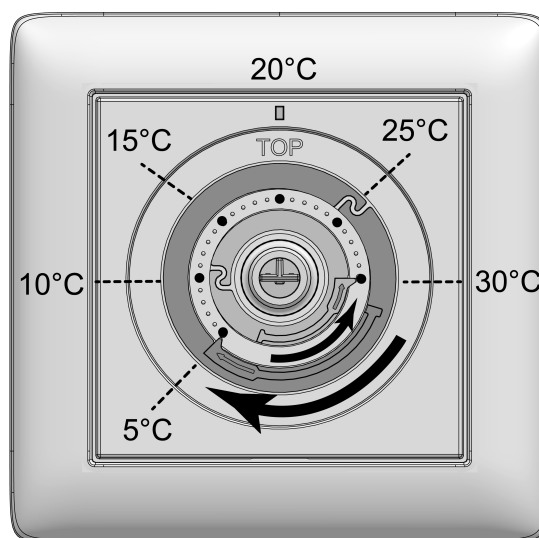

Bild 4: Einstellringe zur Temperaturbegrenzung
In Mittelstellung regelt das Gerät auf ca. 20 °C Soll-Temperatur. Die dabei erreichte Raumtemperatur ist vom Einbauort des Gerätes und den Umgebungsbedingungen abhängig. Die geringste Soll-Temperatur beträgt ca. 5 °C und die höchste Soll-Temperatur ca. 30 °C (Bild 4).
- Bedienknopf (5) von der Zentralplatte (4) abziehen, so dass die Einstellringe (7) sichtbar sind (Bild 4). Die im Bild dargestellten Temperaturwerte dienen der Orientierung.